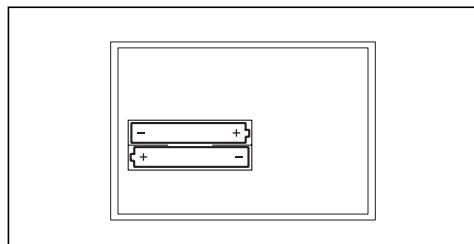

Abb. 4.2 Batteriewechsel
- Wechseln Sie jetzt die Batterien (2x AAA-LR03; Abb. 4.2). Achten Sie dabei auf die richtige Polung der Batterien.